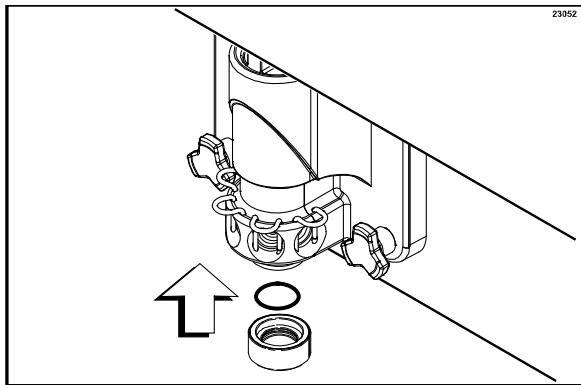

Figure 58
14. Placer le joint torique du bouchon du bec dans le bouchon du bec. Remplir le bouchon du bec de solution aseptisante. Placer le bouchon du bec sur le bout du bec de la porte (Cf. Figure 58).